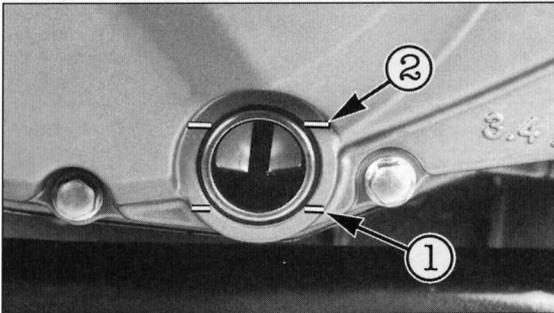

Bild 51
- ☞ Der Ölstand muss zwischen oberer und unterer Marke am Ölstand-Schauglas stehen (Bild 51).